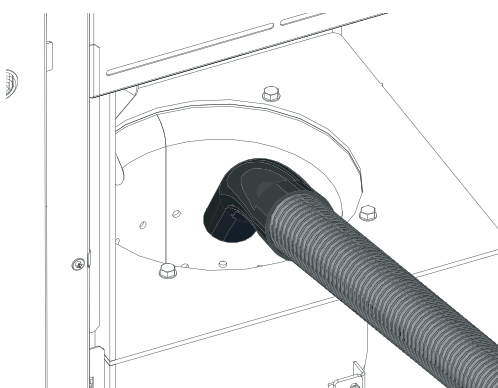

Fig. 56 Brennertopf aussaugen
- ▶ Brennertopf aussaugen – Fig. 56.